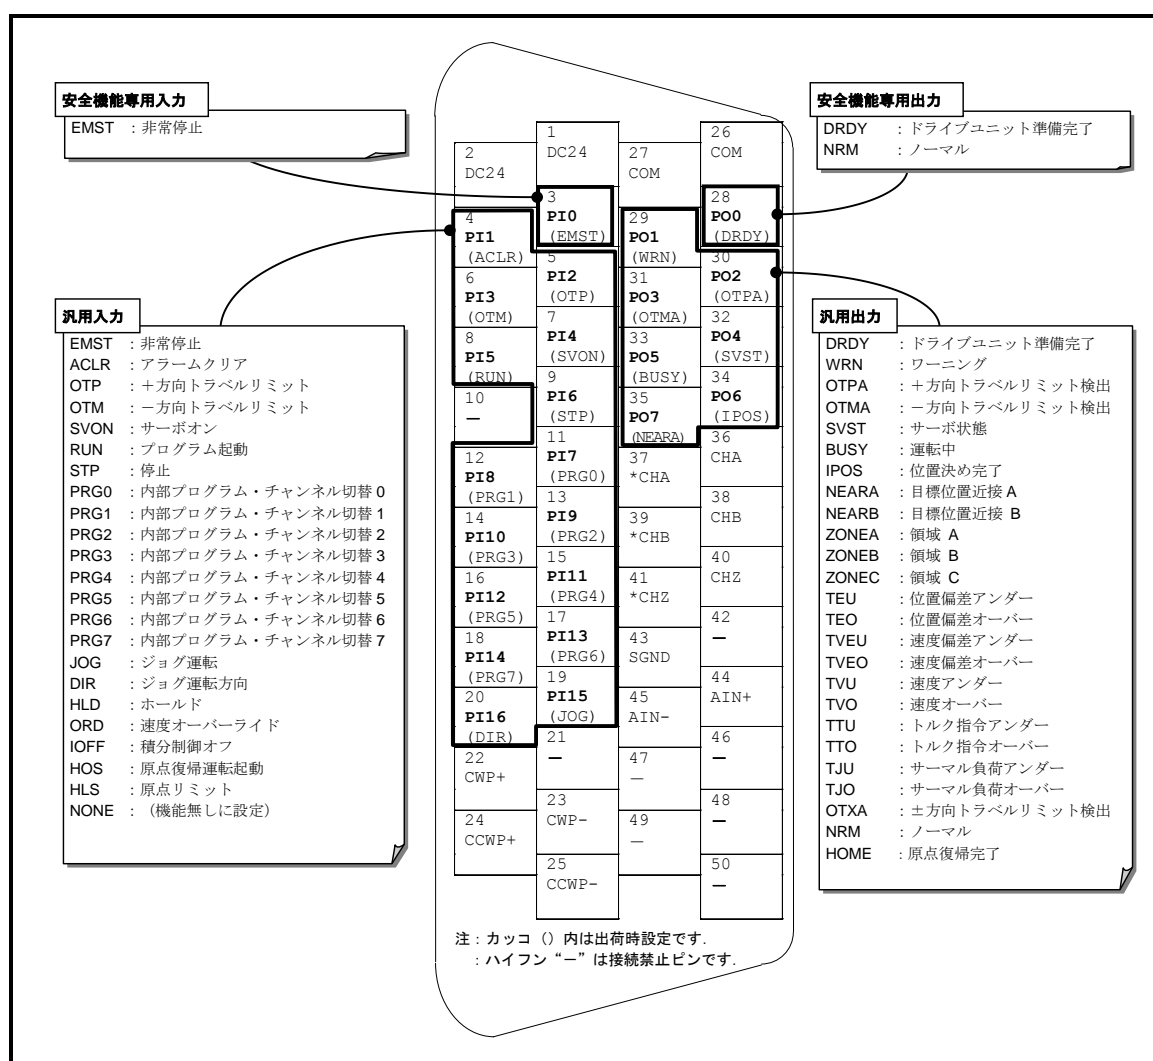

図 8-1 : 制御入出力コネクタ CN2 と割り当て可能な機能
- CN2 : 制御入出力コネクタの各ポートは、「図 8-1 : 制御入出力コネクタ CN2 と割り当て可能な機能」のように入出力機能の割り当てを変更できます。(一部のポートを除く)